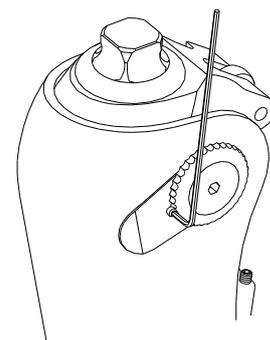

図7
2. 六角レンチ (1.5mm) を用いて回り止めネジをはずします。(図7参照)